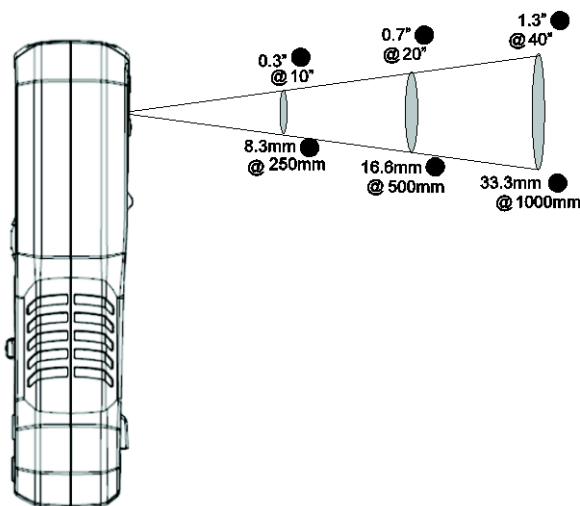

Bild 8-2 Avstånd till plats-förhållande 30:1
6. Avstånd till plats-förhållande för kameran är 30:1, vilket innebär att mätpunkten är 30 gånger mindre än avståndet från mätaren till punkten (vid ett avstånd på 30 cm ser mätaren ett mål på 1 cm). **Se Bild 8-2.**